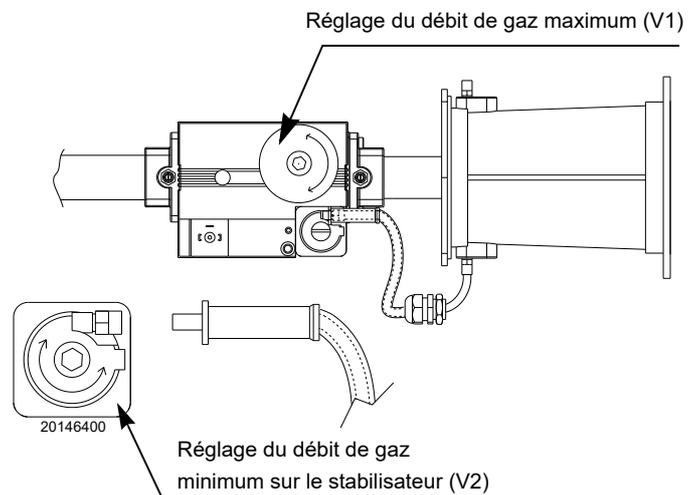

Fig. 25
- Pour augmenter le débit du gaz et la CO₂: tourner la vis V1 vers le signe « + » (Fig. 25) ;
- Pour réduire le débit de gaz et le CO₂: tourner la vis V1 vers le signe « - » (Fig. 25).
- Pour augmenter le débit du gaz et la CO₂: tourner la vis V2 vers le signe « + » (Fig. 25) ;
- Pour réduire le débit de gaz et le CO₂: tourner la vis V2 vers le signe « - » (Fig. 25).